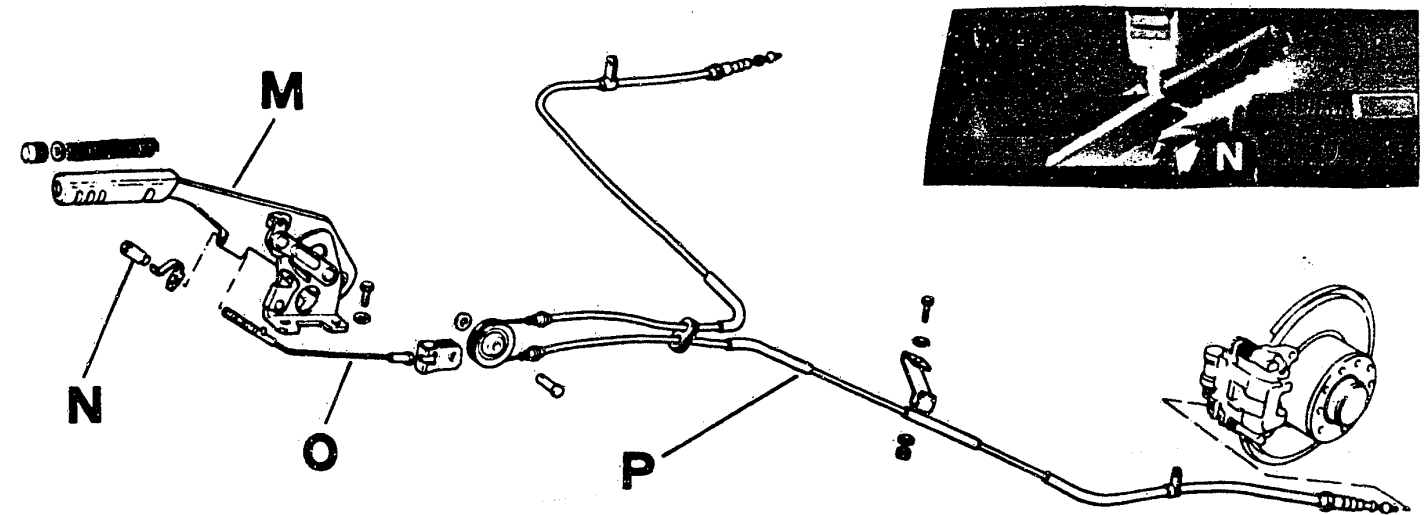

Bild 64 Handbremsbetätigung: M Handbremshebel – N Einstellschraube – O Zwischengestänge – P Handbremsseil.
e) Das **Handbremsseil** wirkt direkt auf die hinteren Bremssättel. Die Einstellung erfolgt an der Schraube unter dem Handbremshebel im Fahrzeuginnern (Bild 64). Die Einstellung muss nur nach dem Ersetzen der Bremsklötze, Bremssättel oder des Bremsseiles durchgeführt werden. Dazu muss der Handbremshebel auf 4...5 Rasten gestellt werden. Dann sind Nachstellmutter an den Seilenden bis zum Blockieren der Bremsen nachzustellen. Im Fahrbetrieb funktioniert die Nachstellung automatisch.